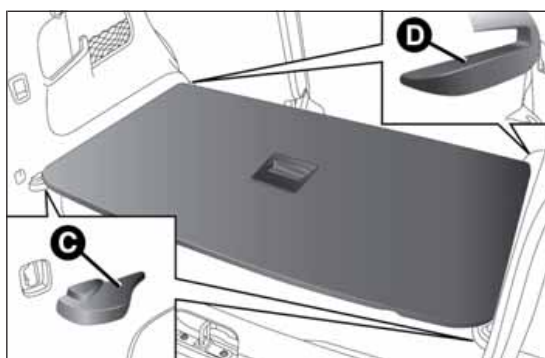

Abb. 95
- Die Ebene B korrekt auf den entsprechenden Aufnahmen C und D Abb. 95 an den Seitenteilen positionieren.